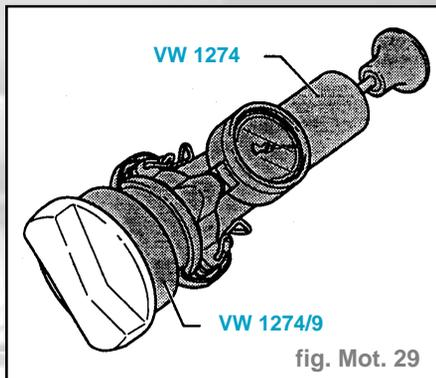

fig. Mot. 29
- À l'aide de l'adaptateur **V.A.G. 1274/9**, visser le bouchon sur le contrôleur (fig. mot. 29).